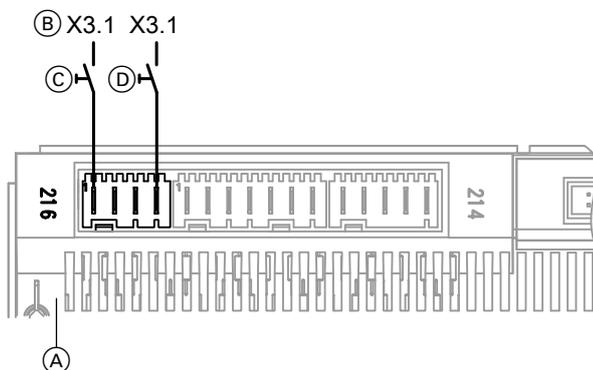

Abb. 58
- An der Wärmepumpenregelung gemäß Abb. 58